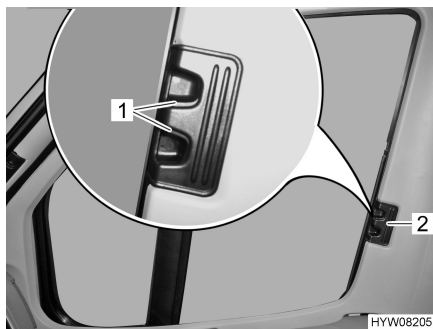

Fig. 9 Dispositifs de verrouillage pour dispositifs occultant plissés pour la fenêtre côté conducteur/passager
- Saisir la poignée et rentrer le dispositif occultant plissé (Fig. 9,2) jusqu'à la butée.
- Faire s'enclencher les poignées de déverrouillage (Fig. 9,1).